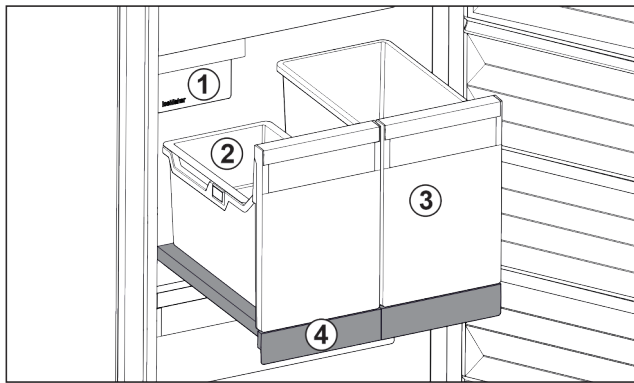

Fig. 116 Compartiment coulissant avec IceTower
- (1) IceMaker
- (2) Balconnet pour glaçons
- (3) Bac pour pizzas, boissons alcoolisées, etc.
- (4) Compartiment coulissant
Le compartiment coulissant comprend deux bacs hauts (IceTower). Le bac *Fig. 116 (2)* permet de recueillir et de stocker les glaçons de l'IceMaker. Les bacs *Fig. 116 (3)* sont conçus pour stocker des aliments hauts comme les pizzas et boissons alcoolisées.